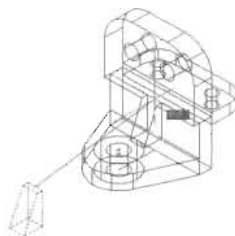

图 15-95
(18) 选择剖切后的实体, 单击“修改”工具栏中的“移动”按钮 , 捕捉实体顶面的中点, 将其移动到如图 15-95 所示的位置。